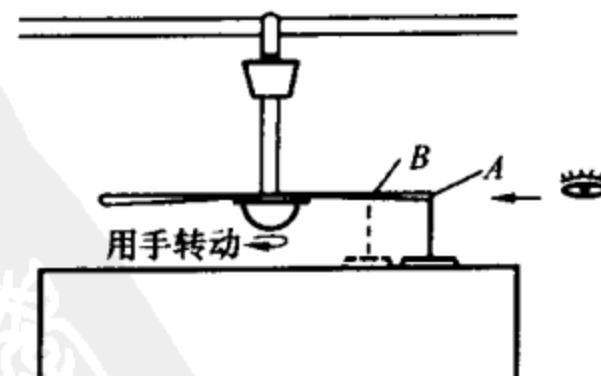

图 2-10 对应桌面校正
(2) 吊扇扇叶校正较困难，可分两步进行：①先将吊扇三扇
叶拆下来叠起来，比较出变形扇叶，然后用木锤或脚踩手拧使变形扇叶大致复原；②将经处理复原三片扇叶安装在吊扇上（吊扇要从天花板上拆下来），然后悬挂在平整的地面或桌面上方，按图 2-10 所示方法校正 A 点和 B 点。经反复进行两步骤，一般可使三叶片调整到一致位置。